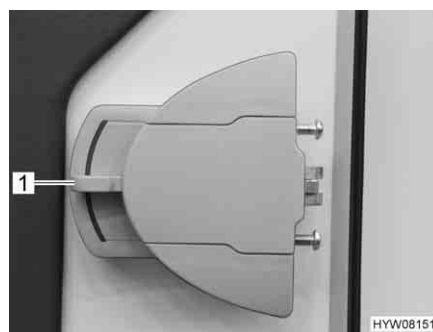

Fig. 27 Serratura della porta, lato interno
- Premere la maniglia della porta (Fig. 27,1) verso il basso.
- Ruotare la maniglia della porta (Fig. 27,1) per circa 45° verso l'alto e lasciarla in questa posizione.